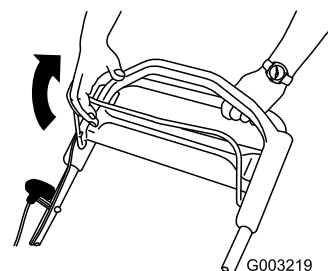

Figura 19
2. Sujete la barra de control de la cuchilla contra el manillar (Figura 19).